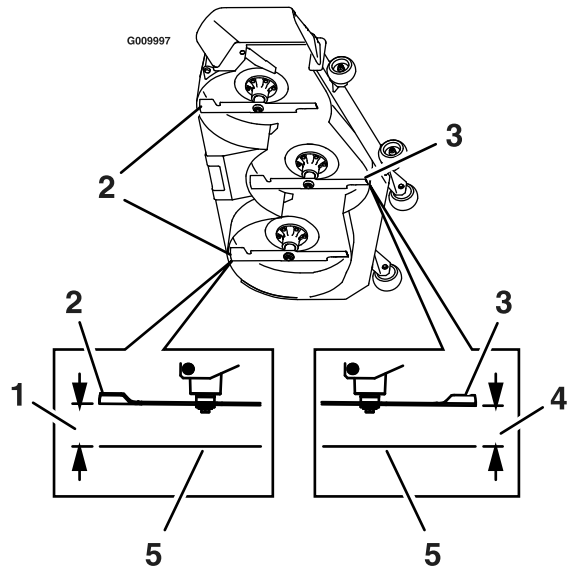

Figura 81
7. Misurate da una superficie pianeggiante alla punta anteriore della lama centrale (Figura 81).